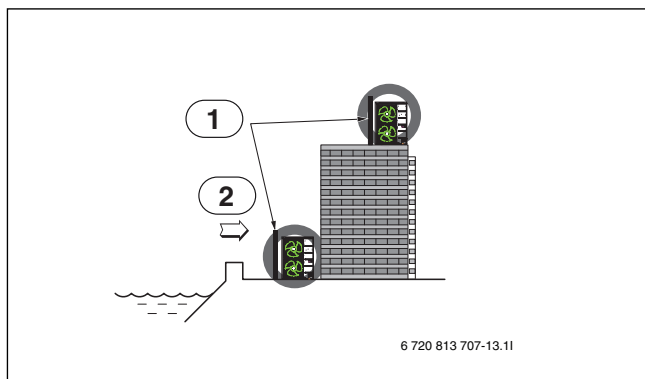

Рис. 15
- ▶ Если наружный блок устанавливается на морской стороне, смонтируйте защиту от морского ветра (→ рис. 15)